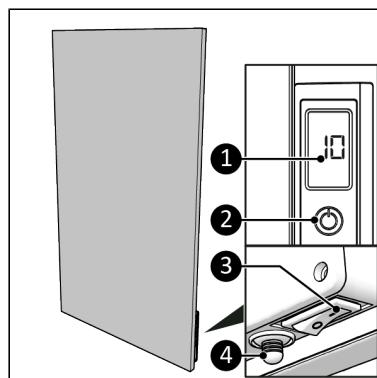

Figure 104.
1. Spínač ZAP/VYP přepněte do polohy Zapnuto (Figure 104, poz. 3).
2. Stiskněte tlačítko ZAP/VYP na ovládacím panelu (Figure 104, poz. 2) nebo na dálkovém ovládání.
3. Displej (Figure 104, poz. 1) nejprve zobrazí nastavenou teplotu po dobu 3 vteřin a následně zobrazí okolní teplotu.